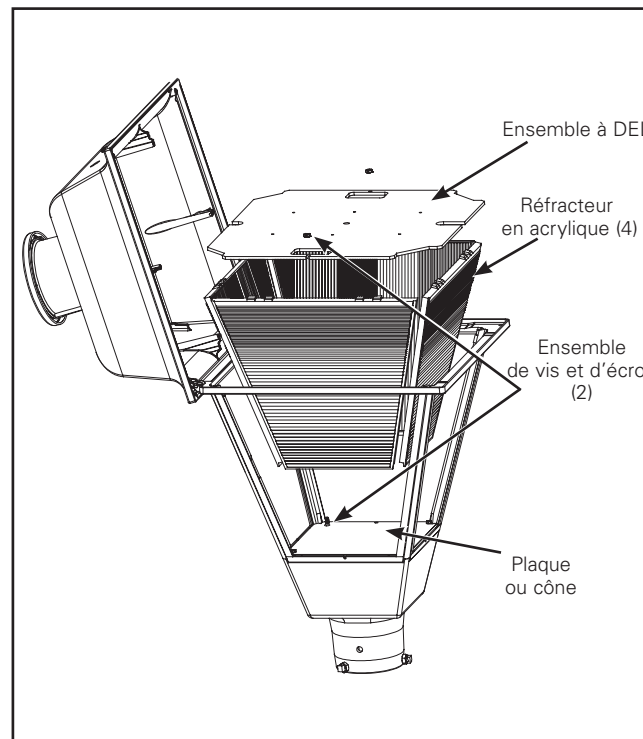

Figure 4.
2. Retirez les deux vis et les deux écrous de l'ensemble à DEL (figure 4) à l'aide d'un tournevis à pointe cruciforme et soulevez le l'ensemble à DEL sur le côté.